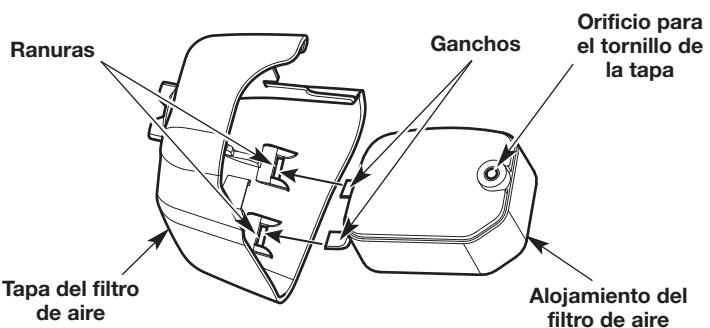

Fig. 35
- Inserte los ganchos del alojamiento del filtro de aire dentro de las ranuras de la tapa del filtro de aire (Fig. 35).
- Debe girar la tapa del filtro de aire hacia la derecha y alinear el tornillo de la cubierta con el orificio destinado a dicho tornillo (Fig. 35). Apriete el tornillo de la tapa para sujetar dicha tapa.